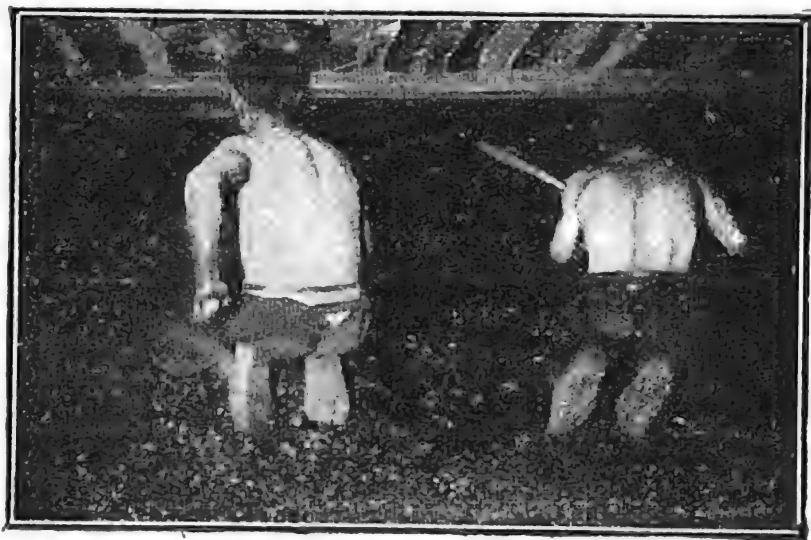

Fig. 49. — Abatage de la houille dans une galerie basse.
**5. Houille.** — La **houille** ou **charbon de terre** est noire et brillante. Elle provient de l'altération lente de végétaux qui ont été charriés par les eaux, puis recouverts par des dépôts successifs il y a des milliers de siècles. On la trouve en couches superposées, à une plus ou moins grande profondeur. Pour arriver jusqu'à elle et l'exploiter, on creuse des puits et, dans chaque couche de houille traversée, on perce des galeries. Puits et galeries constituent ce qu'on appelle une **mine** (fig. 49).